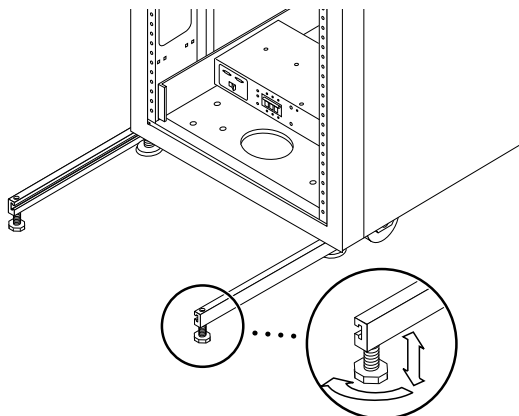

図 2-3 安定脚の高さ調整パッドの調節
5. 高さ調整レンチを使って、安定脚が床面に接するように両方の安定脚の足を調節します (図 2-3)。